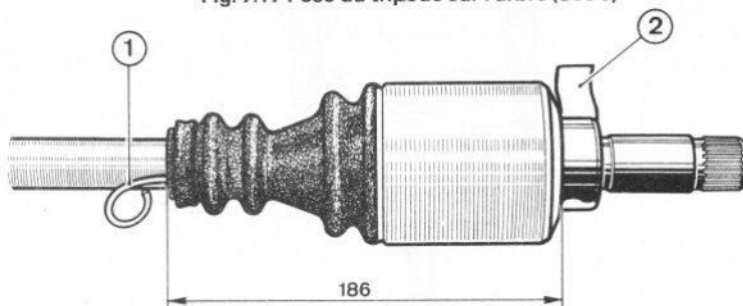

Fig. 7.19 Cotes de réglage du soufflet du joint intérieur (Sec 5)
- 21 Déplacer le soufflet ou le capot pour obtenir la cote indiquée sur le dessin (Fig. 7.19).